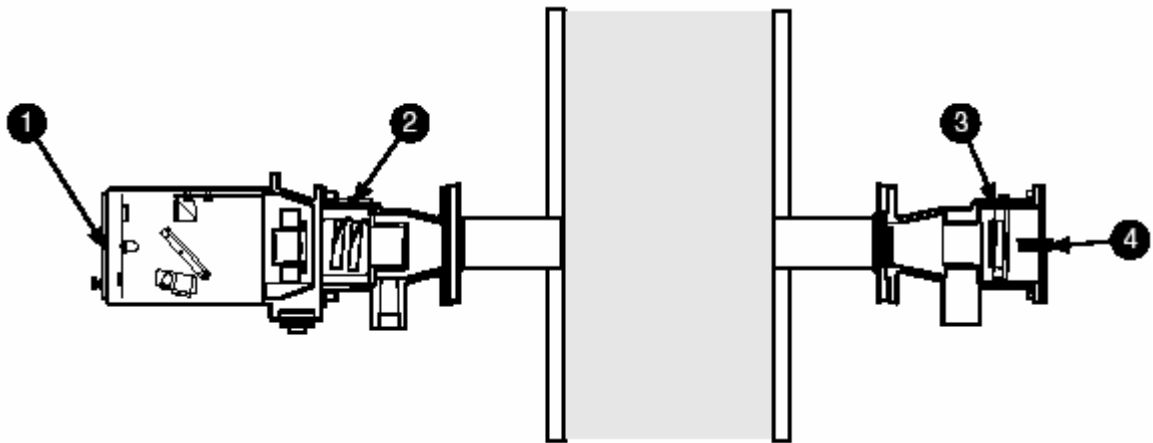

图 5.2
1. 把发射头上的前盖板取下（图 5.2）。可以看到观察孔、显示发光二极管（LEDs）和键盘。通过在电路板上的孔，可以观察到光亮的圆形目标，清晰地位于仪表电路板后面的铸件上。